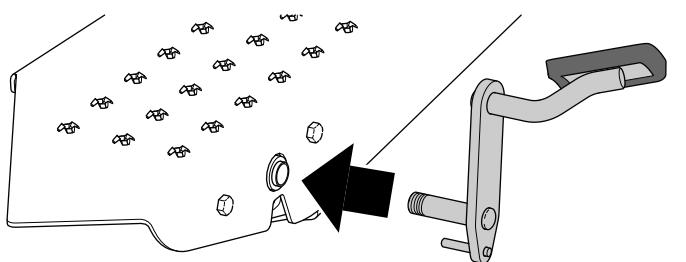

Figura 18
4. Alinhe o pedal de bloqueio com o apoio para o pé esquerdo e os furos no conjunto do hub (Figura 18).
5. Insira o eixo da articulação do pedal de bloqueio através do furo no apoio para o pé esquerdo e através do conjunto do hub (Figura 18).